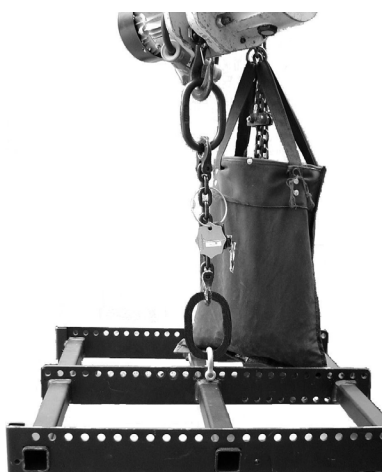

Fig. 6: Q Anschlagkettensatz
- Verbinden Sie den Z5155 Anschlagkettensatz über einen 1t Schäkel (E6507) mit dem nächstgelegenen Rasterloch (Fig. 6). Trifft der zu wählende Hängepunkt mittig zwischen zwei Rasterlöcher (1/2-Raster), so kann die Aufhängung an diesem Punkt einfach durch Verwendung eines weiteren 1t Schäkel vorgenommen werden (Fig. 7). Alternativ kann über den Z5160, Q Lastadapter im 1/4 - Raster eingestellt werden (Fig. 8).